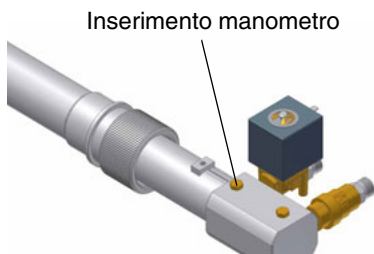

Fig. 22
- 9 La pressione di alimentazione ugello è già pre-tarata in fabbrica e non deve essere cambiata. Solo se necessario, regolare la pressione di alimentazione (vedi relativo paragrafo) nel modo seguente: inserire un manometro nella posizione indicata in Fig. 22 agire sulla vite di regolazione **VR** della pompa (vedi Fig. 21 e pag. 18) fino ad ottenere una pressione all'ugello pari a 20 bar (ugelli Bergonzo - vedere grafico a pag. 29);